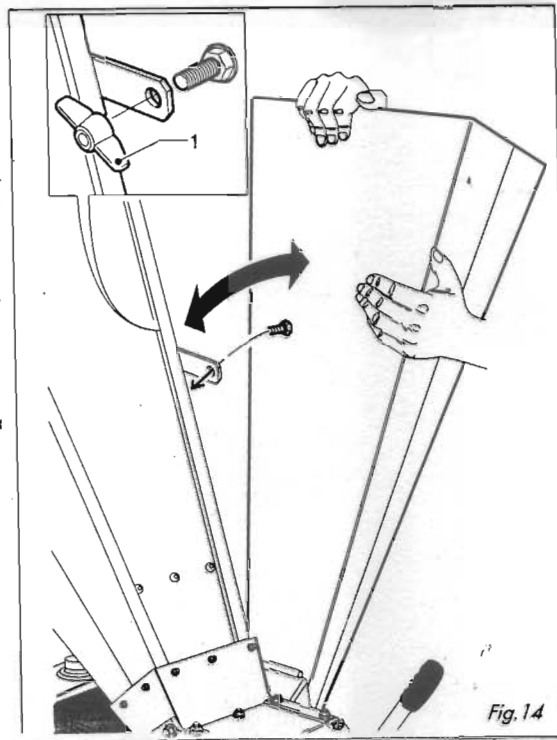

Fig. 14
- plier la trémie de la hacheuse (fig. 14) en l'immobilisant à l'aide de l'écrou papillon 1.